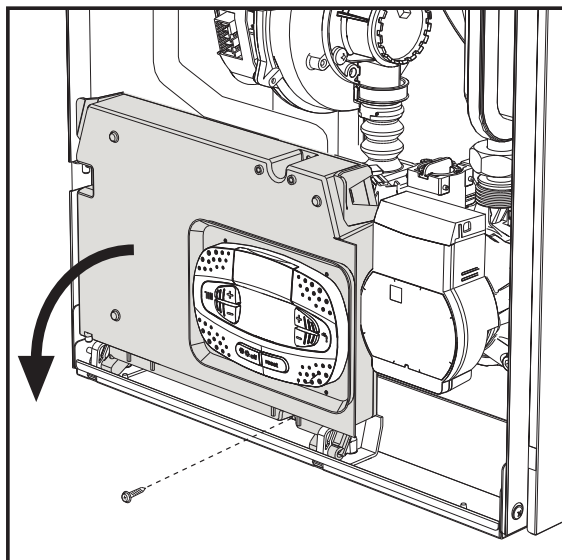
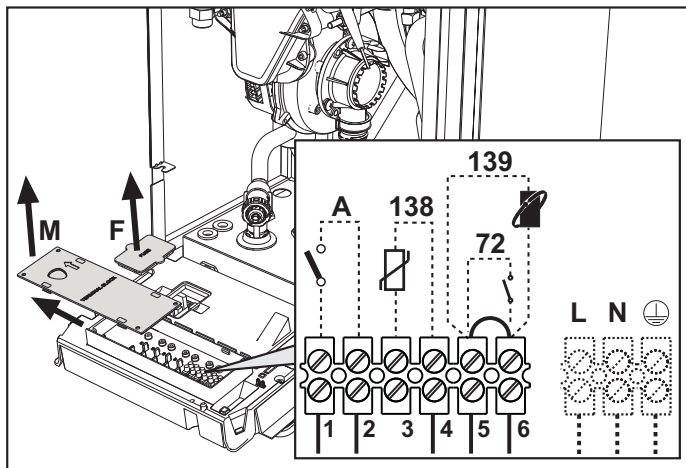

fig. 19
fig. 20
Tras quitar el panel frontal (*** 'Apertura del panel frontal' on page 84 ***), es posible acceder a la regleta de conexión (M) y al fusible (F) según las indicaciones siguientes (fig. 19 e fig. 20). **Los bornes indicados en la fig. 20 deben tener contactos secos (no 230V).** La posición de los bornes para las diferentes conexiones también se ilustra en el esquema eléctrico de la fig. 61.
Configuración del interruptor ON/OFF (A. fig. 20)